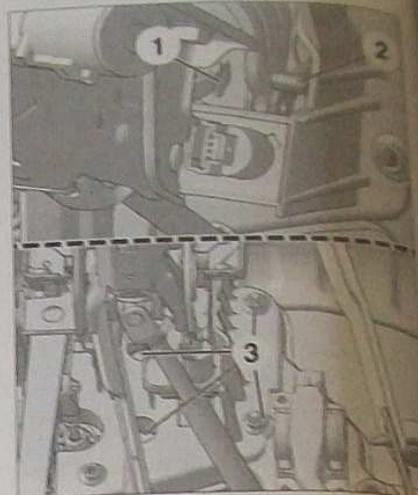

FIG. 14
- Dans l'habitacle, déposer (Fig.14) :
- l'agrafe (1) sur la chape de pédale de frein sur la tige de commande du servofrein (2).
- les écrous de fixation (3) du servofrein sur le tablier.